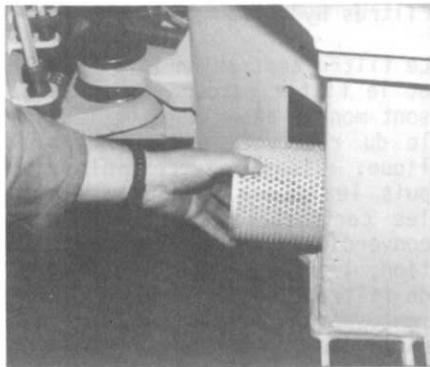

Bild 53
(4) Filterelement abziehen und wechseln (Bild 53).
- (4) Remove filter element, clean and replace (fig. 53).
- (4) Retirer la cartouche filtrante, la nettoyer et la remplacer le cas échéant (fig. 53).